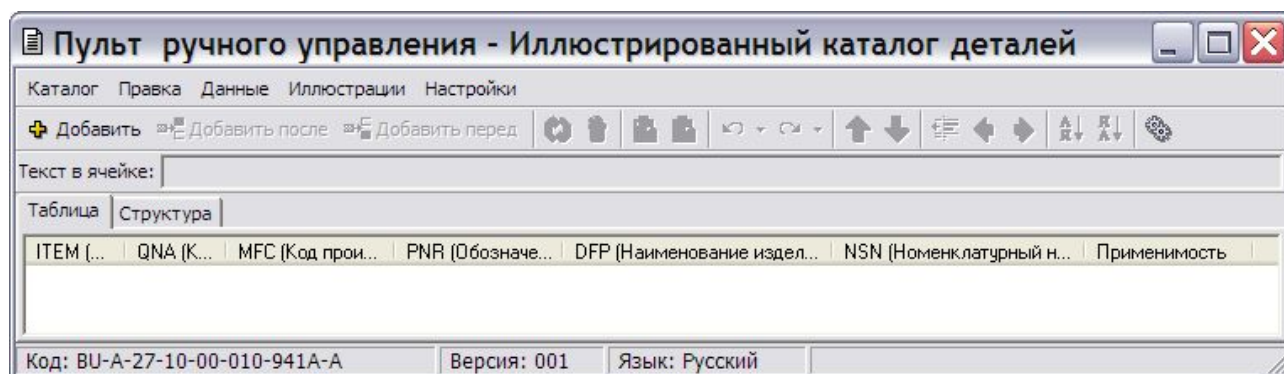

Рис. 4.2
5. Выделите версию и нажмите на кнопку  **Редактировать**. При этом откроется окно редактора электронных каталогов (Рис. 4.2).